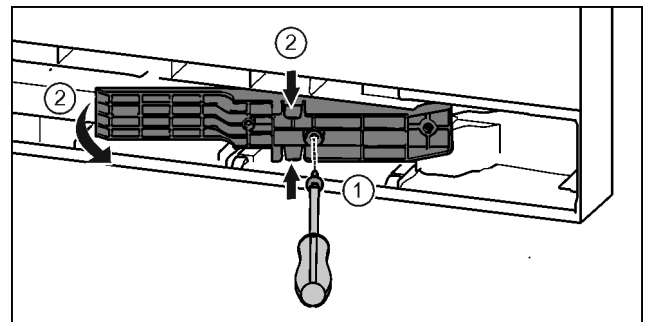

Fig. 20\*
- ▶ Schrauben mit Schraubendreher T15 lösen.\* Fig. 20 (1)
- ▶ Adapterstück herausziehen.\* Fig. 20 (2)